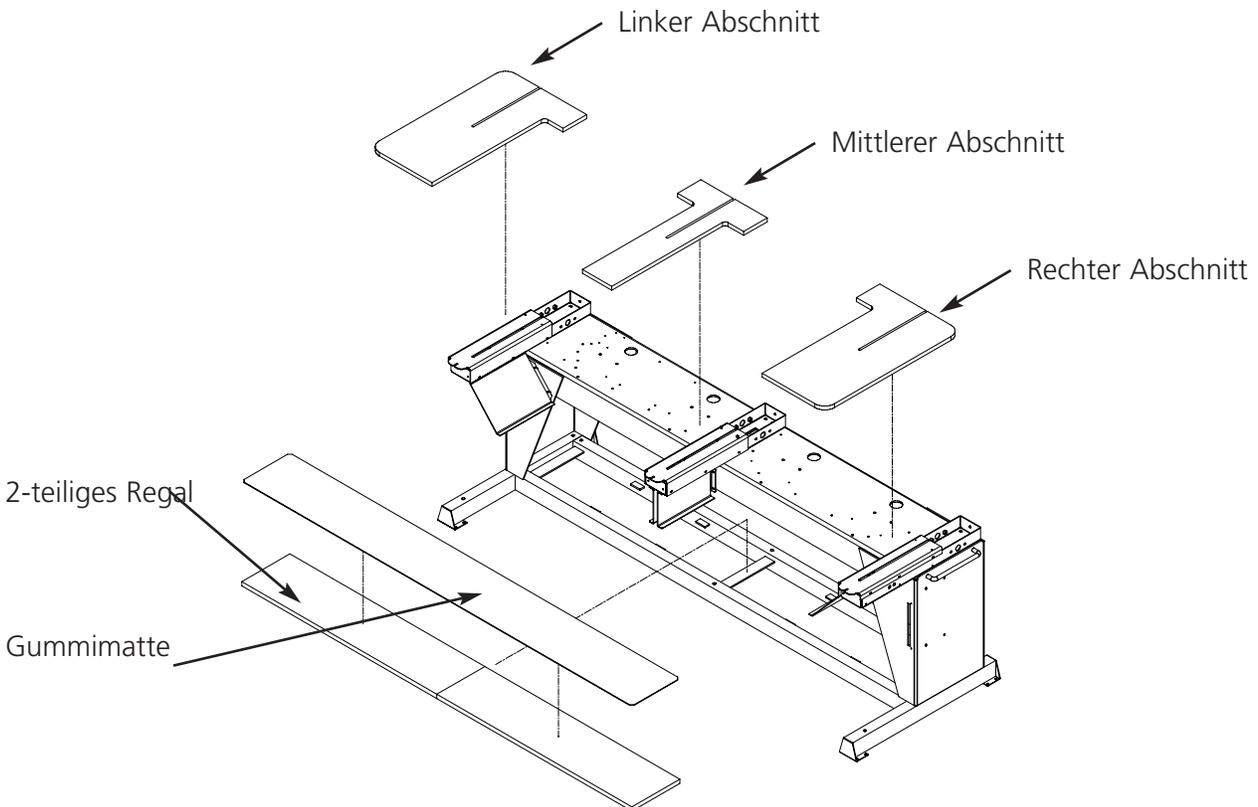
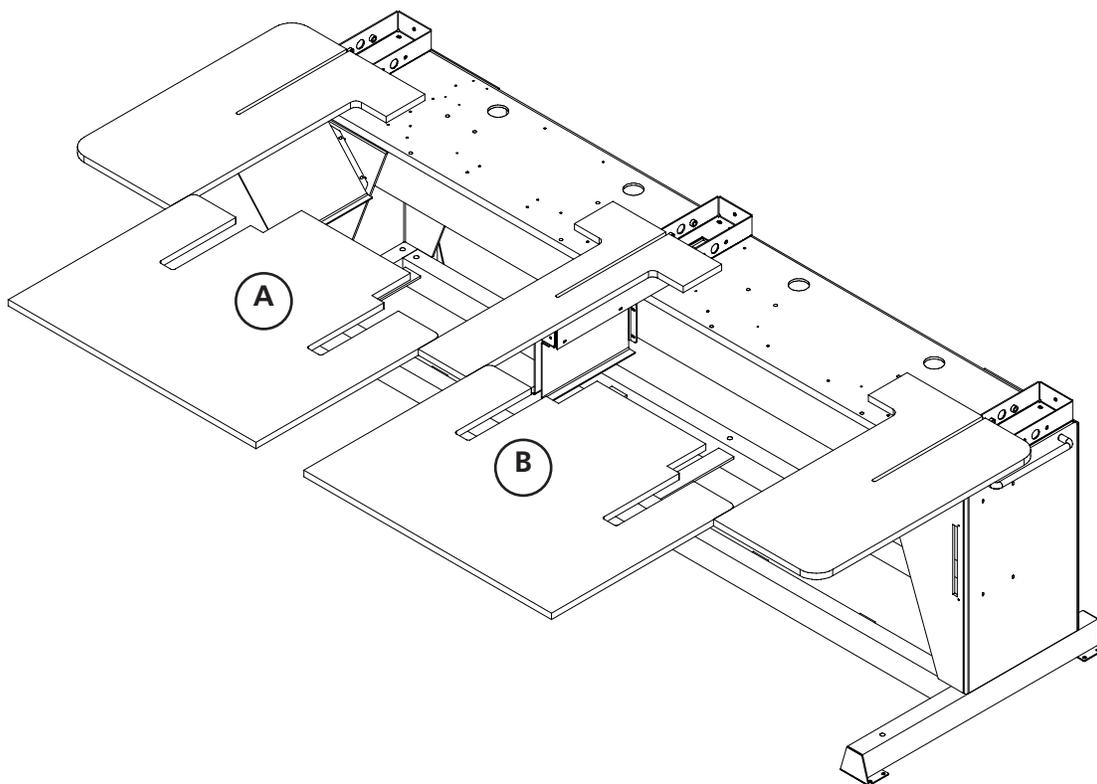

Abbildung 1-14
Abbildung 1-15
Die Tischplatte wird in fünf Teilen geliefert (siehe Abb. 1-14). Die beiden Seitenteile und den mittleren Teil an ihren Platz schieben wie abgebildet in Abb. 1-14. Die beiden restlichen Teile an ihren Platz schieben wie abgebildet in Abb. 1-15. Dieser Aufbau ermöglicht es, daß die Tischplatten einfach abgenommen werden können, um Schlauchwaren zu sticken, um mit dem Kappenrahmen zu sticken oder um die notwendigen Wartungsarbeiten durchzuführen.
2. Zur Tischplatte gehören noch ein 2-teiliges Brett und eine Abdeckmatte, die mitgeliefert werden (siehe Abb. 1-14). Die Brettteile auf die Trägerstützen legen, die sich unten an der Maschine befinden und die Matte auf die Brettteile legen.
3. Die beiden letzten Platten einschieben (siehe Abb. 1-15). Sie passen auf die Führungsschienen der Seiten- und Mittelteile.
Sie **MÜSSEN** alle 5 Tischplatteneinsätze abnehmen, bevor Schlauchwaren oder Kappen auf den Stickmaschinen EMT 10/4 oder 10/4T gestickt werden können. Tun Sie dies nicht, kann dies zu Beschädigungen an der Maschine oder zu Körperverletzungen führen. Sie können die Teile A und B der Tischplatte (in Abb. 1-15) in **NIEDRIGER POSITION** benutzen, aber nur um schwere Kleidungsstücke während des Stickens von Schlauchwaren zu stützen.